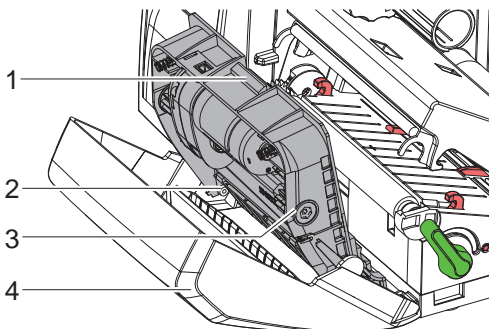

Bild 19 Messer ausbauen
- ▶ Welle (6) mit Torx-Schraubendreher TX10 im Uhrzeigersinn drehen, bis die Zahnstangen (7) außer Eingriff sind.
- ▶ Obere Klinge (9) aus den Führungen (8) herausziehen.
- ▶ Untere Klinge (10) herausnehmen.
- ▶ Untere Klinge von oben in die Halterungen (11) einsetzen.
- ▶ Gegebenenfalls Federn (12) wieder in die Federtaschen (13) legen.
- ▶ Zum Einbauen der oberen Klinge untere Klinge auf die Blende drücken, obere Klinge in die Führung einlegen und soweit nach oben schieben, bis die Zahnstangen (7) von den Zahnrädern (5) erfasst werden.
- ▶ Welle (6) mit Torx-Schraubendreher TX10 gegen den Uhrzeigersinn drehen, bis die Klinge den oberen Anschlag erreicht hat.
5. Messerbaugruppe (3) gemäß Bild 19 in die Achsen (2) einhängen und bis zum Einrasten in die Blende (4) schwenken.